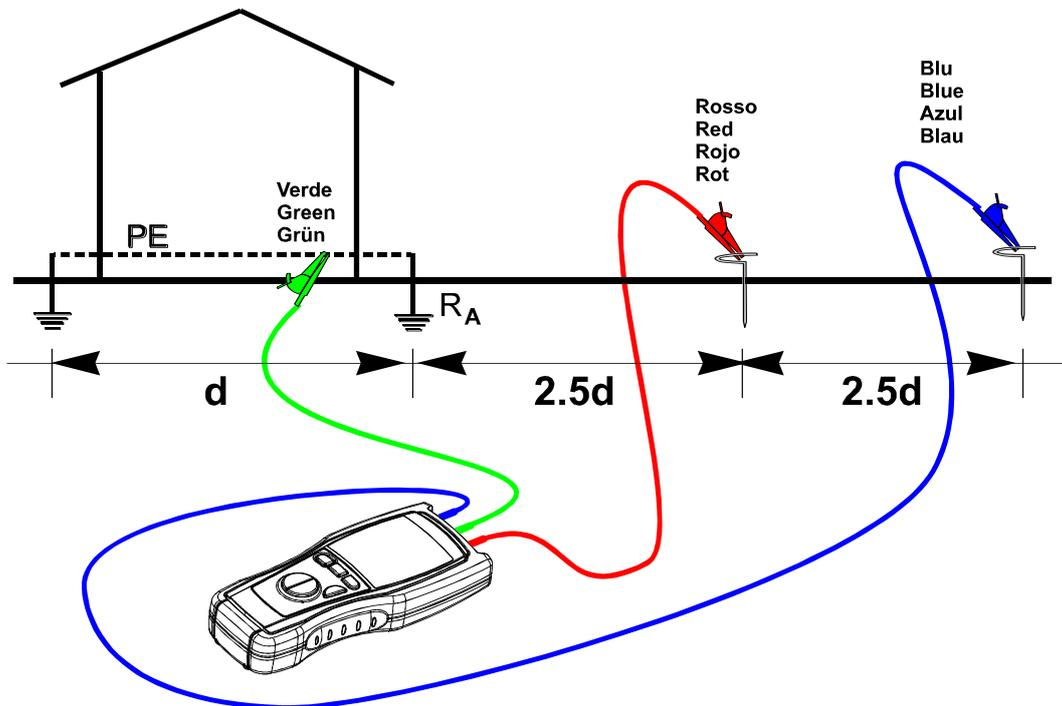

Fig. 3: Anschluss Modus EARTH-3W (ERDE 3 Leiter)
7. Schließen Sie die Messleitungen wie in Abb.3 gezeigt an.